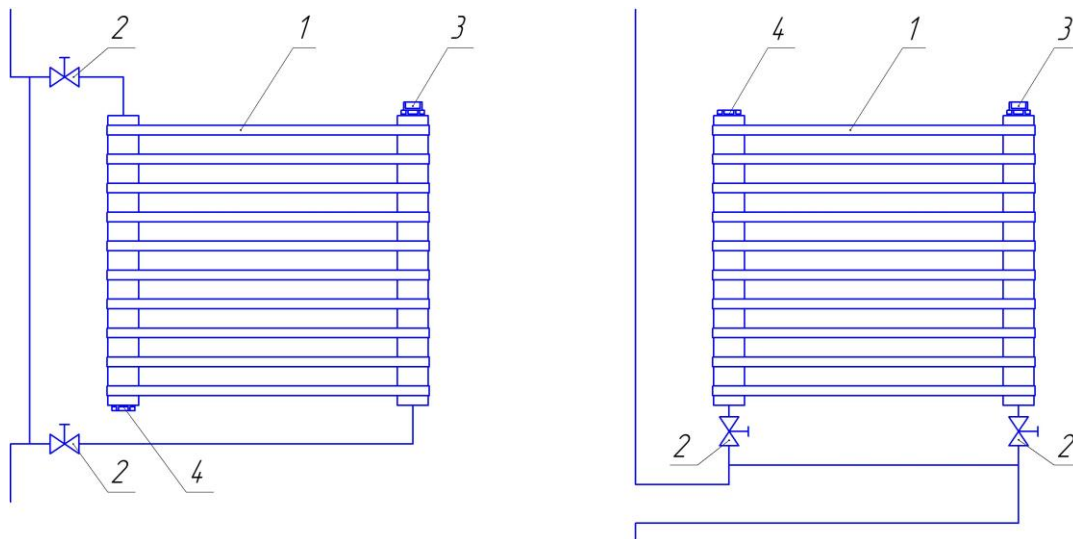

Рис.2 1. Радиатор. 2. Вентиль (кран). 3. Кран Маевского-воздухоотводчик. 4. Пробка глухая.
5.8. Схемы подключения радиатора к однотрубной системе показаны на рис. 2.